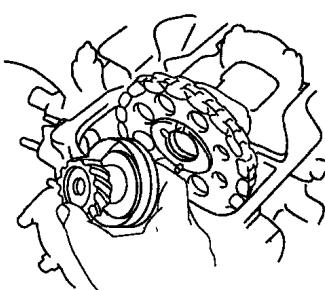

图 1-9 拆下驱动齿轮和凸轮
3) 拆下分电器驱动齿轮和输油泵驱动凸轮，如图 1-9 所示。